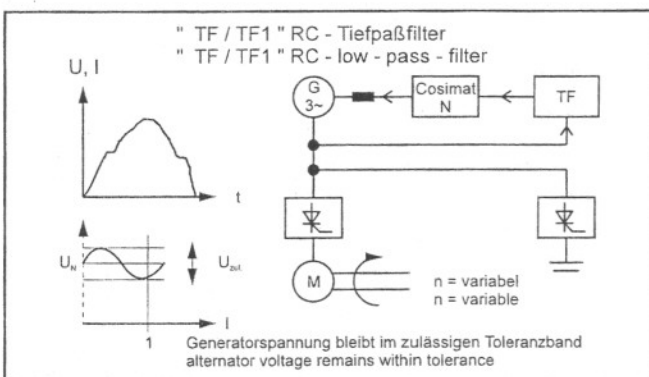

Рис.16 – Дополнительный блок TF1
**(Рис.16 Дополнительный блок TF1)**